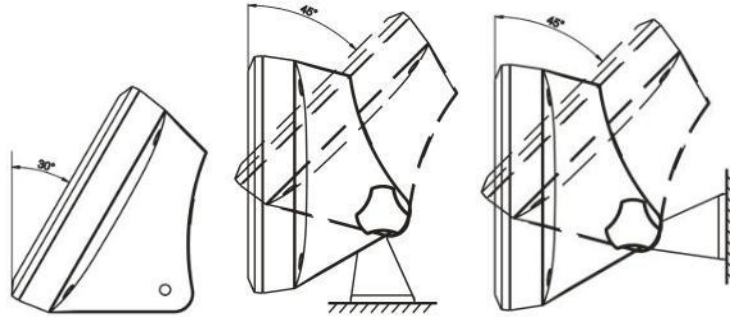

Figura 2-6: Regolazione della staffa per il montaggio a parete o a colonna
2. La staffa consente di effettuare varie regolazioni, come mostrato in Figura 2-6.